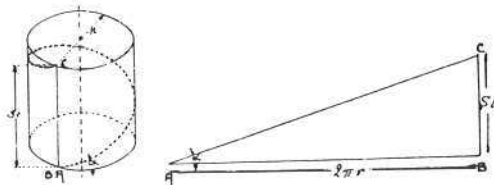

Fig. 10.
(fig. 10), vars omkrets ($2\pi r$) är lika stor som den ena triangelnsida (AB). Höjden $St (= BC)$ kallar man stigning och vinkeln d för stigningsvinkel. Med stigning menar man således den väg i axelns riktning som punkten A rört sig, då den följt skruvgängan ett varv eller med andra ord den axiella rörelsen pr varv.